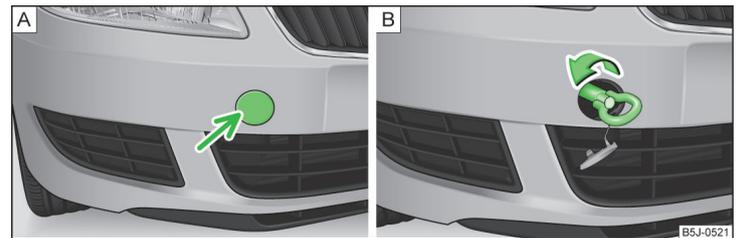

Abb. 148 Ausbau der Abdeckkappe / Einbau der Abschleppöse
- Auf die linke Hälfte der Abdeckkappe im Pfeilbereich drücken » Abb. 148 - A.
- Die Abschleppöse von Hand nach links bis zum Anschlag einschrauben » Abb. 148 - B. Für das Festziehen empfehlen wir, z. B. den Radschlüssel, die Abschleppöse eines anderen Fahrzeugs oder einen ähnlichen Gegenstand zu verwenden, der durch die Öse gesteckt werden kann.